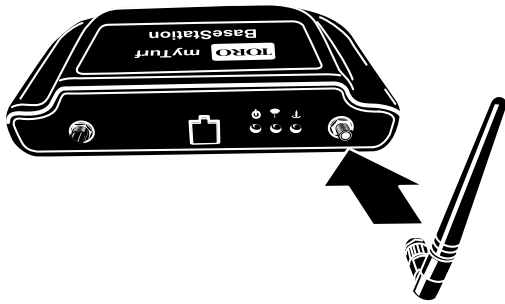

図 5
1. ホイップアンテナを、垂直に、ベースステーションに取り付ける 図 5。